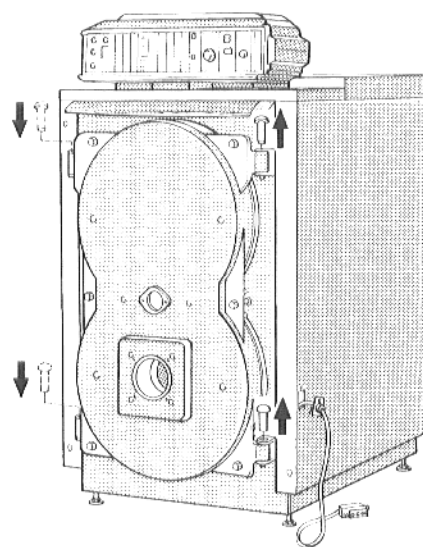

Fig. 15
- Retirer les boulons à charnière en les poussant vers le haut et les introduire dans les charnières opposées (fig. 15).
- Fixer la deuxième plaque signalétique et la pochette transparente sur le panneau latéral droit ou gauche, en fonction de l'emplacement de la chaudière (fig. 15).
- Vérifier que la porte du brûleur est boulonnée à l'aide des 6 vis 6 pans (fig. 15).
- Refermer la porte du brûleur et la bloquer à l'aide des vis 6 pans (fig. 15).